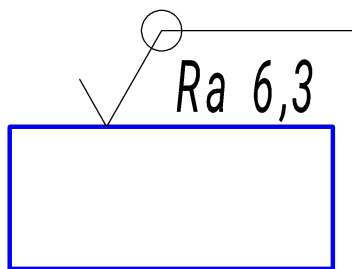

рис. 1
9. Если одинаковую шероховатость имеют поверхности, образующие **контур**, обозначение шероховатости наносят один раз (рис. 1). Диаметр вспомогательного знака \square - 4...5 мм. В обозначении одинаковой шероховатости поверхностей, **плавно переходящих** одна в другую, знак \square не приводят (рис. 2).